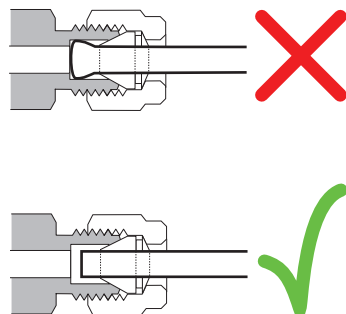

図 22 完成したフィッティング
- 11 図 22 には、正しくねじ込まれた接続と正しくねじ込まれていない接続の両方が示されています。正しくねじ込まれたフィッティングの配管の端は、破損しておらずまたフェラルの動作を妨げないことに注意してください。